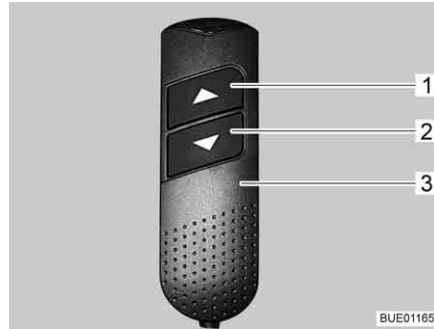

Fig. 113 Commande manuelle
- Sur la commande manuelle (Fig. 113,3), appuyer sur la touche "▼" (Fig. 113,2) et la maintenir pressée. Le pied rentre. Les têtes se relèvent.
- Sur la commande manuelle (Fig. 113,3), appuyer sur la touche "▲" (Fig. 113,1) et la maintenir pressée. Le pied sort. Les têtes s'abaissent.
- Sur la commande manuelle (Fig. 113,3), appuyer sur la touche "▼" (Fig. 113,2) ou sur la touche "▲" (Fig. 113,1) jusqu'à ce que la position désirée soit atteinte.